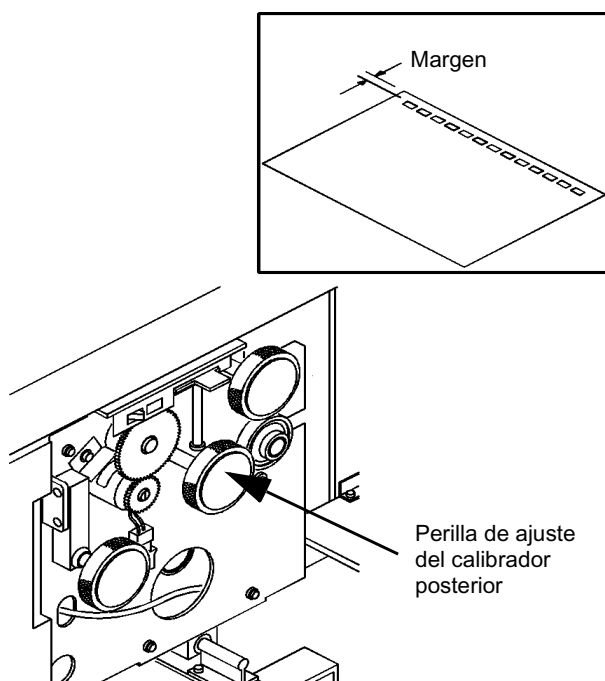

Figura 2-9: Ajuste del calibrador posterior
- 4 Use la perilla de ajuste del calibrador posterior para corregir el margen, tal como se indica en la figura 2-9. Haga los ajustes como sigue: